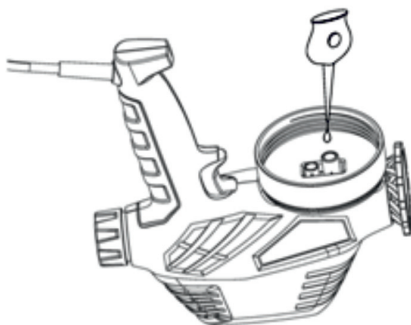

Рис. 5
6. Переверните краскопульт и капните несколько капель машинного масла в отверстия (рис. 5)